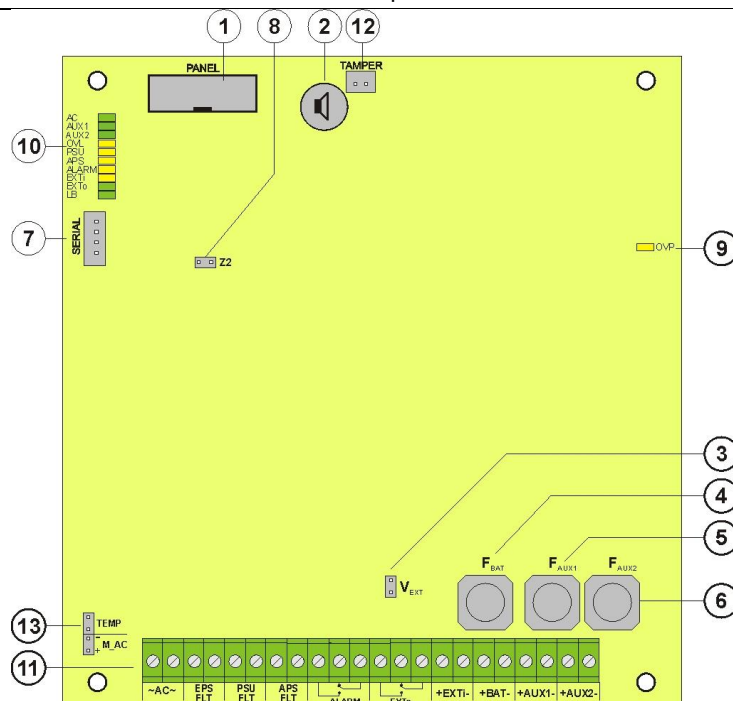

Abb. 2. Blick auf die PCB-Platte des Netzgeräts.
Tabelle 1. Elemente der PCB-Platte des Netzgeräts (Abb. 2).
①	Trennungstransformator
②	Platte des Netzgeräts (Tab. 1, Abb. 2)
③	Temperatursensor der Akkumulatoren
④	Platz zur Montage zusätzlichen Moduls: INTR, INTE, INTW
⑤	Platz zum Anschluss des Sicherungsmoduls EN54-LB4 oder EN54-LB8
⑥	TAMPER; Mikroausschalter (Kontakte) des Sabotageschutzes (NC)